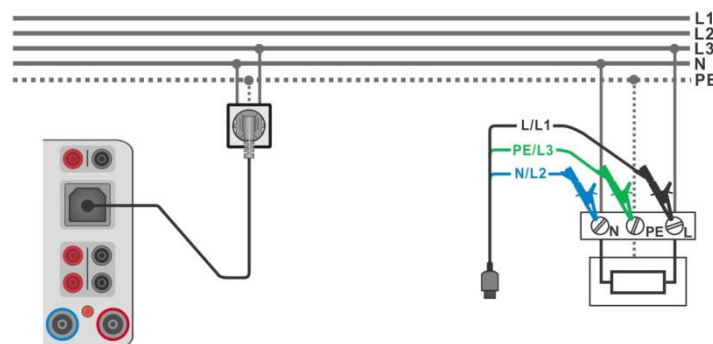

Abbildung 6.65: Anschluss des Commander-Prüfsteckers und des 3-Leiter Prüfadapters
- Verbinden Sie das 3-drahtige Prüfkabel oder das Steckerprüfkabel mit dem zu prüfenden Objekt, siehe **Abbildung 6.65**.